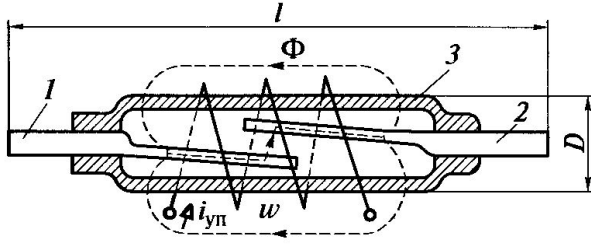

Рис. 10.4
*Магнитоуправляемое реле (геркон) отличается от рассмотренных ранее, имеет контакт, располагающийся в вакууме или среде инертного газа (рис. 10.4). В стеклянную капсулу 3, заполненную инертным газом, впаяны токопроводящие пружинящие пластины 1 и 2 из ферромагнитного материала. Магнитный поток  $\Phi$ , возбуждаемый током управления  $i_{уп}$  в катушке с числом витков  $w$ , создает электромагнитную силу  $P_{э\text{м}}$  притяжения пластин друг к другу. При достижении током управления  $i_{уп}$  значения, определенного уставкой, пластины геркона замыкаются.*